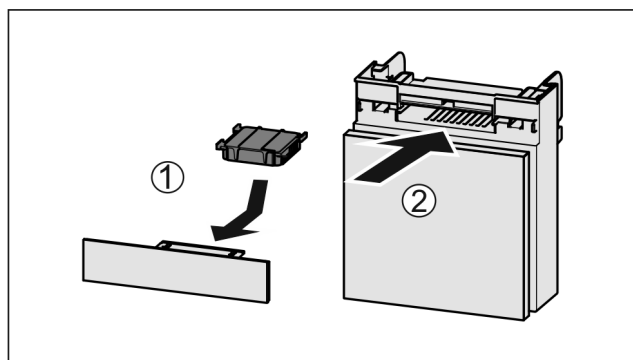

Fig. 184
- Aktivkohlefilter nach Abbildung einsetzen Fig. 184 (1).
- Fach einschieben Fig. 184 (2).